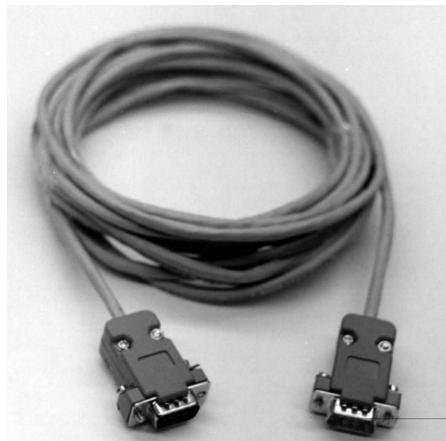

Fig. 16
- a) interface - SPM-IBM (Fig. 16).